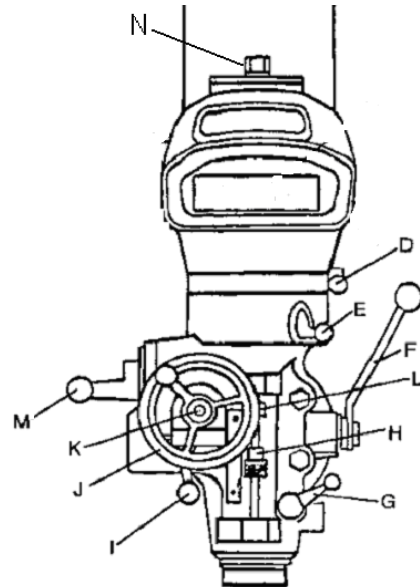

Рис.4
(В) Ослабьте стопорные ручки кожуха ремня (А, Рис. 4) и откройте кожух.
Маховик точной регулировки пиноли (J, рис. 4) вы можете активизировать посредством рычага (I) Вкл/Выкл подачи при сверлении.